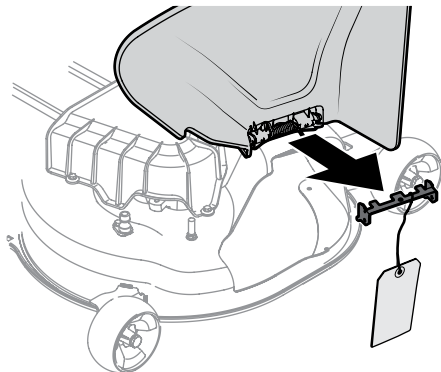

Figura 2-14
7. Sosteniendo el canal deflector totalmente hacia arriba, extraiga la traba de seguridad. Baje el canal deflector y descarte la traba de seguridad. Consulte la Figura 2-14.